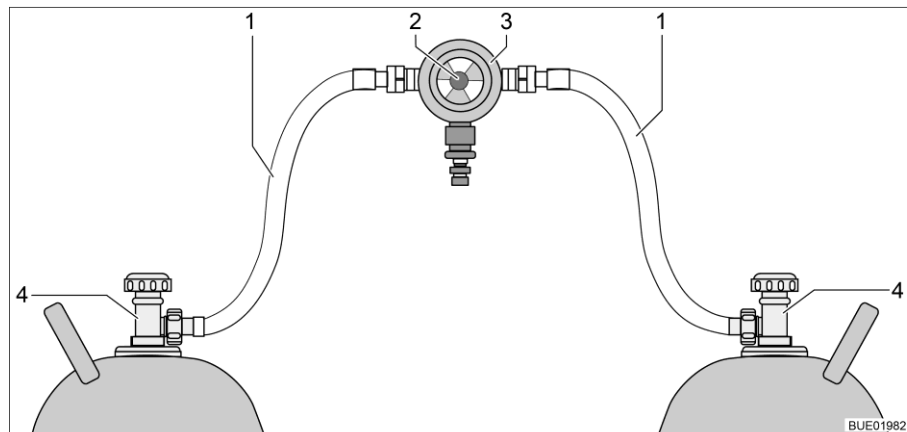
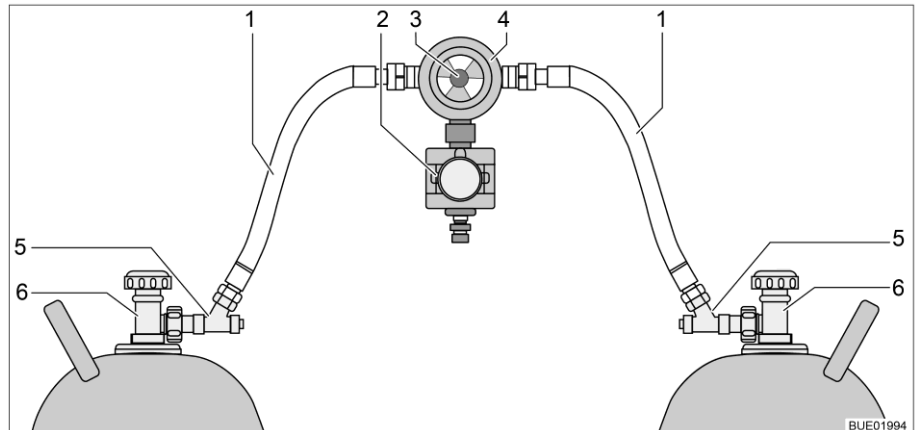

Fig. 63 Instalación de conmutación de bombonas de gas
Fig. 64 Instalación de conmutación de bombonas de gas con CPU
La instalación de conmutación de bombonas de gas consiste de un regulador de presión de gas combinado, con válvula selectora e indicador (Fig. 63,3). La instalación de conmutación de bombonas de gas está montada entre las dos gommas del gas (Fig. 63,1).
La instalación de conmutación de bombonas de gas consiste de un regulador de presión de gas combinado, con válvula selectora e indicador (Fig. 64,4) y una electroválvula (Fig. 64,2). En caso de una frenada a fondo, un accidente o una extrema posición inclinada, la electroválvula bloquea el suministro de gas al vehículo. La instalación de conmutación de bombonas de gas está montada entre las dos gomas del gas (Fig. 64,1) con dispositivos de seguridad en caso de rotura de manguera (Fig. 64,5).
Con el botón giratorio (Fig. 63,2 ó bien Fig. 64,3) en la instalación de conmutación de bombonas de gas se puede determinar cuál de las bombonas de gas se utilizará como bombona de servicio y cuál bombona de gas como bombona de reserva.
En la unidad de mando (Fig. 65) únicamente pueden conmutarse las funciones eléctricas. Las llaves de paso principales de las bombonas de gas (Fig. 63,4 ó bien Fig. 64,6) deben abrirse y cerrarse a mano.
- Abrir las llaves de paso principales en las bombonas de gas (Fig. 63,4 ó bien Fig. 64,6).
- Pulsar los dispositivos de seguridad en caso de rotura de manguera (Fig. 64,5), uno tras otro, por 10 segundos.
- Con el botón giratorio (Fig. 63,2 ó bien Fig. 64,3) en la instalación de conmutación, seleccionar la bombona de gas de la que habrá de tomarse el gas con prioridad (bombona de servicio). Girar el botón giratorio siempre hasta el tope.
- Cerrar las llaves de paso principales en las bombonas de gas (Fig. 63,4 ó Fig. 64,6).